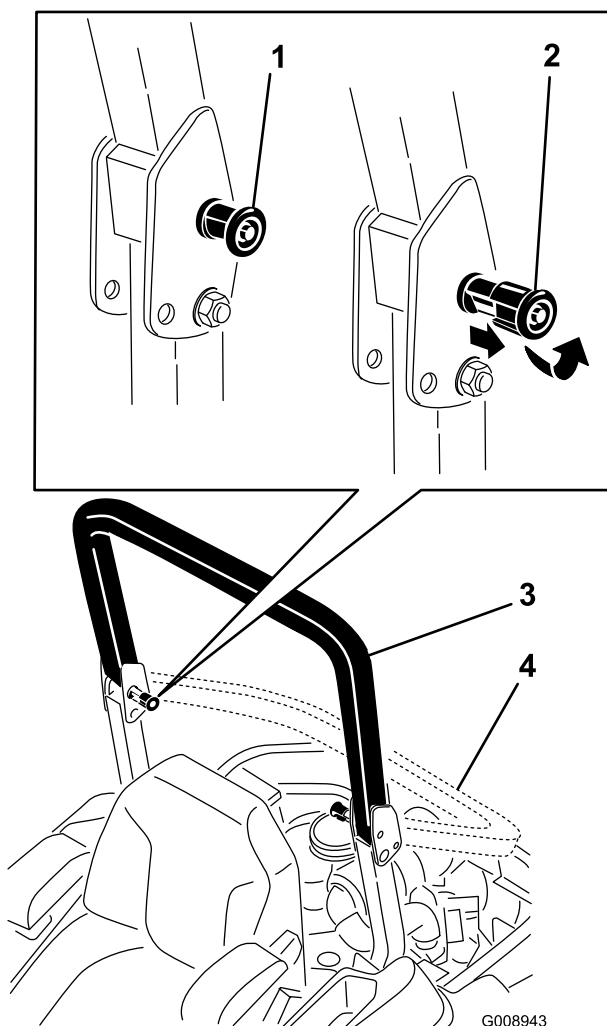

Figura 8
2. Tire de ambos pomos hacia fuera y gírelos 90 grados para desengranarlos (Figura 8).
3. Baje la barra antivuelco (Figura 8).
4. Para elevar la barra antivuelco, suba la barra a la posición de uso y gire los pomos para que se introduzcan parcialmente en las ranuras (**Figura 8**).
5. Eleve la barra antivuelco a la posición vertical, presionando sobre la parte superior de la misma; las clavijas encajarán en cuanto se alineen con los orificios (**Figura 8**).